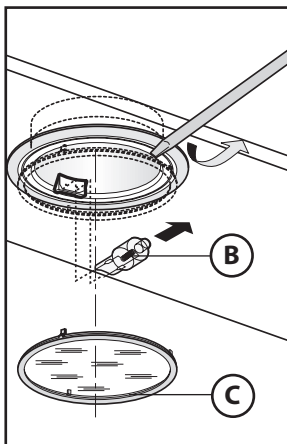

Fig.6
• Sostituzione delle lampade alogene (Fig.6):